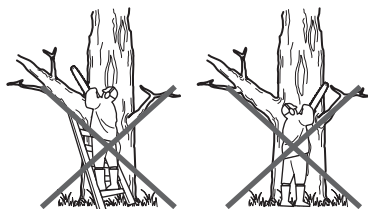

Fig.20
- > Ne tenez jamais l'appareil à bout de bras, et n'essayez pas de couper dans des endroits difficiles à atteindre. Ne le tenez jamais au-dessus des épaules (Fig.20).